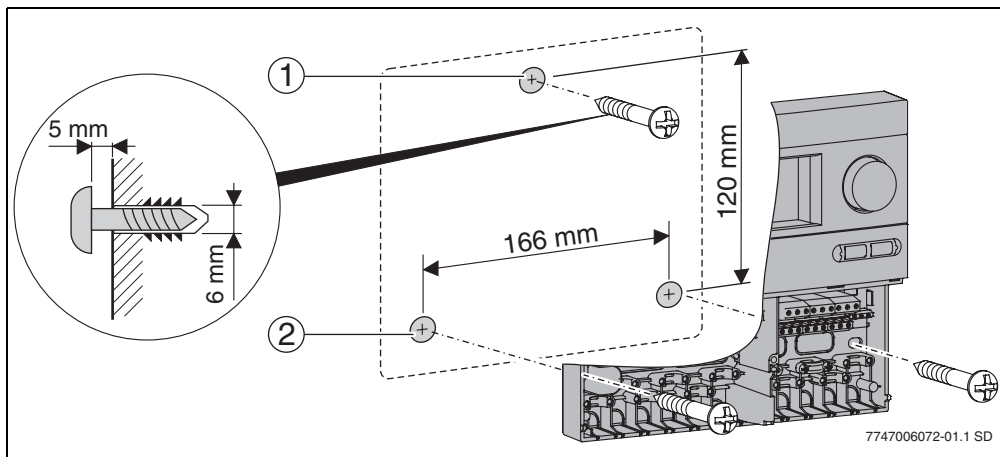

Fig. 3 Montajul pe perete al regulatorului
- ▶ Perforați orificiul superior de fixare (→ Fig. 3, poz. 1) și înșurubați șuruburile anexate la o adâncime de 5 mm.
- ▶ Marcați locul orificiilor inferioare de fixare (→ Fig. 3, poz. 2), perforați orificiile și montați diblul.